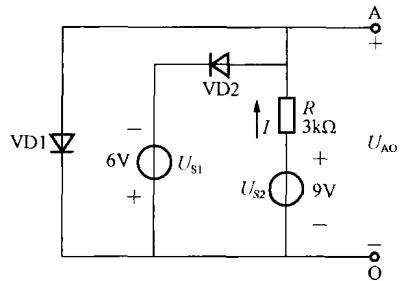

图 1.8 二极管电路
**【例 1.1】** 如图 1.8 所示为二极管电路，设 VD1 和 VD2 都是理想二极管，求  $U_{AO}$  和流过电阻  $R$  中的电流。